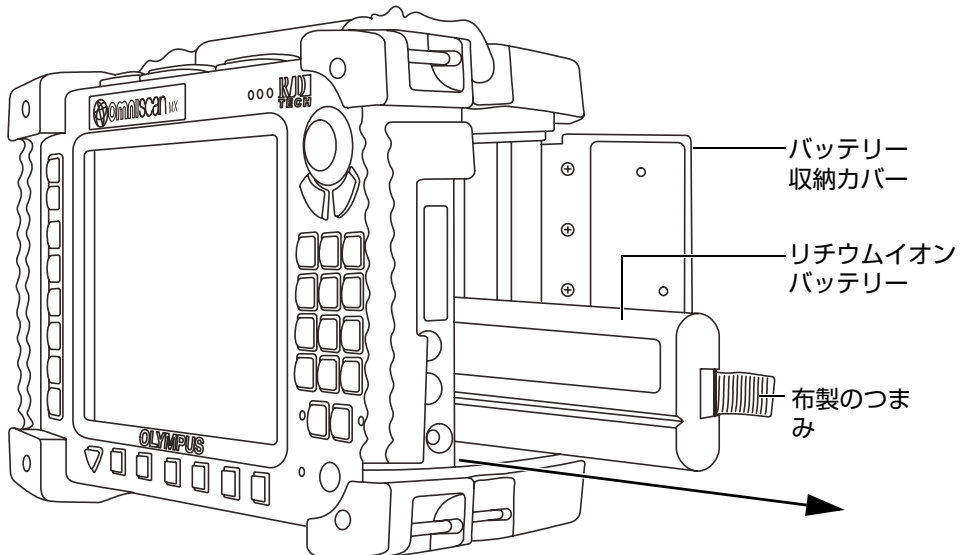

図 8-3 リチウムイオンバッテリーの取り外し
2. バッテリーがすでに挿入されている場合には、布製のつまみを引っ張り、バッテリーを取り外します（100ページの図 8-3）。